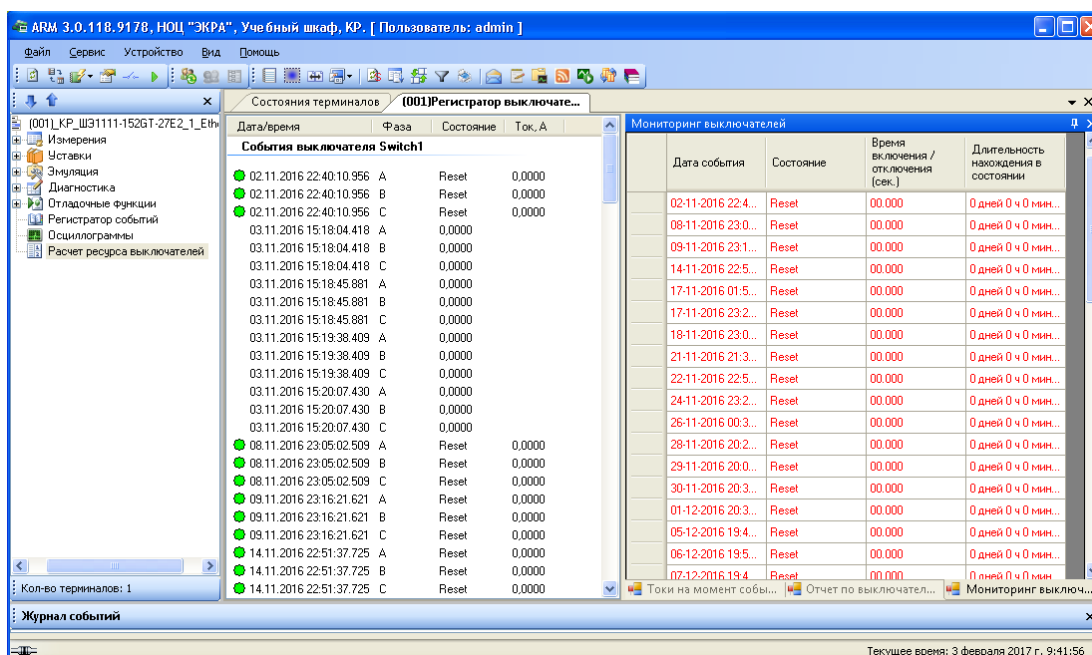

Рисунок 2.134
- Мониторинг выключателей – отображает временные параметры выключателей (см. рисунок 2.134).